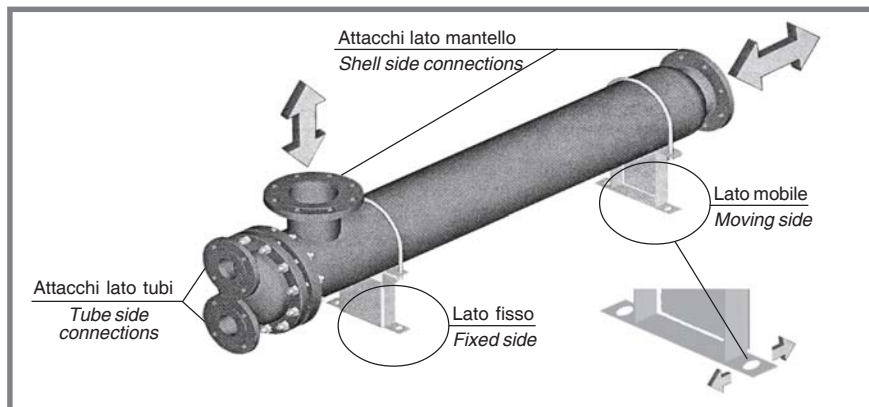

Fig. 1
2.3 I bulloni delle fondamenta devono essere allentati su un lato dello scambiatore per consentire la libera espansione del mantello. A questo scopo sono da prevedere i fori asolati nella sella di sostegno qualora le selle non siano fornite con lo scambiatore (fig. 1).
2.3 Loosen foundation bolts at one end of unit to allow free expansion of shells. Oval holes in foundation brackets are provided for this purpose (fig. 1).